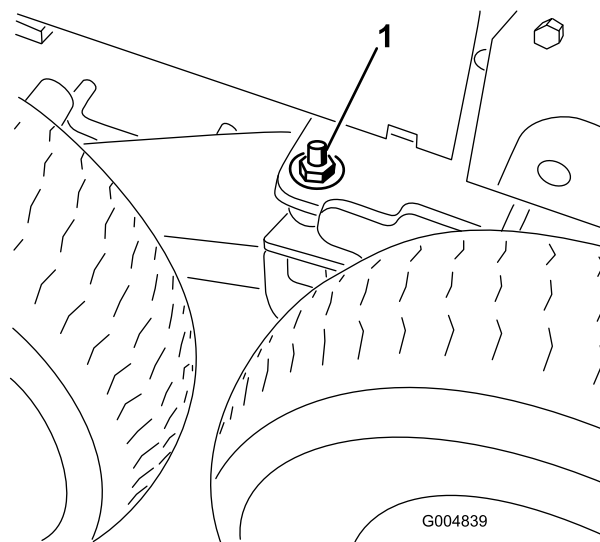

Figure 53
15. Enlevez la rondelle plate (1/2 po) et l'écrou (1/2 po) placés sur le goujon du pivot de bogie (Figure 53).